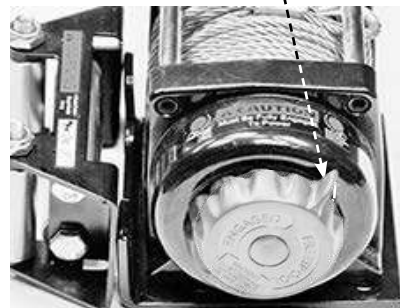

Figura 10
Ponga la perilla del embrague en la posición Desacoplado tal como se muestra en la Figura 10. Desenrolle varios pies de cable del tambor y vuelva a dejar el embrague acoplado. Mueva un momento el guinche en la dirección de salida de cable
Ponga la perilla del embrague en la posición Desacoplado tal como se muestra en la Figura 10. Si hubiera una carga tirando del cable, la perilla podría no salir con facilidad. NO FUERCE LA PERILLA PARA QUITARLA. Afloje la tensión en el cable para aliviar la carga en el embrague.
Suelte el embrague y tire del cable para asegurar la carga. Verifique que queden al menos cinco (5) vueltas de cable en el tambor. Ponga la perilla en la posición de embrague acoplado (véase la Figura 10).